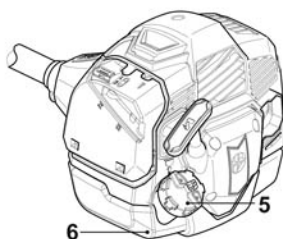

Fig. 10
- > Desatornille y quite la tapa del depósito de combustible [5] (Fig. 10).